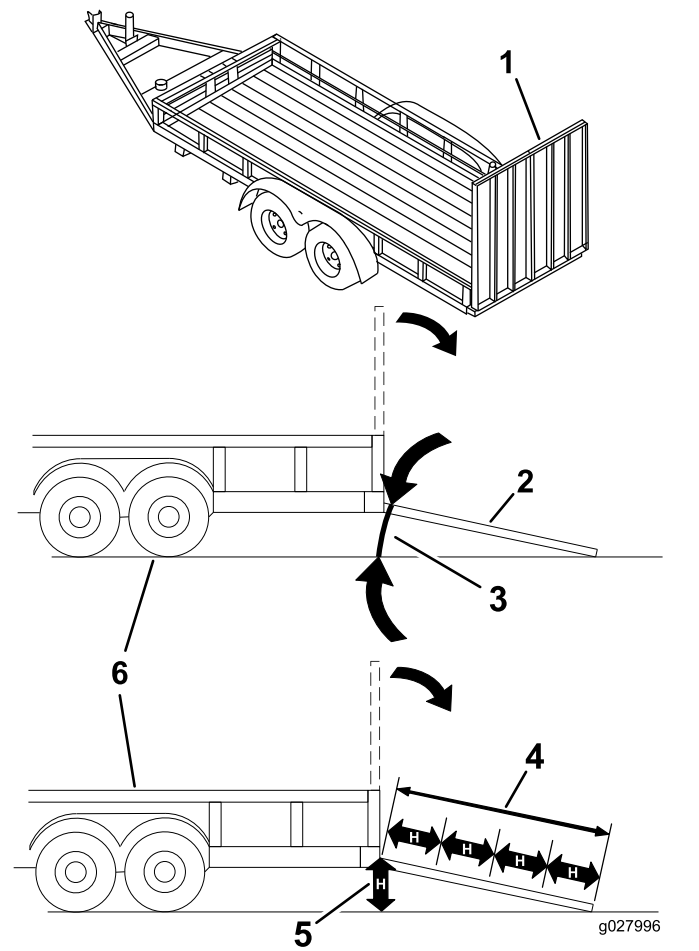

Figure 32
Le chargement de la machine sur une remorque ou un camion augmente le risque de basculement, et donc de blessures graves ou mortelles (**Figure 32**).
3. Abaissez la rampe pour que l'angle avec le sol ne dépasse pas 15 degrés (Figure 32).
1. Abaissez la rampe pour que l'angle avec le sol ne dépasse pas 15 degrés (Figure 32).